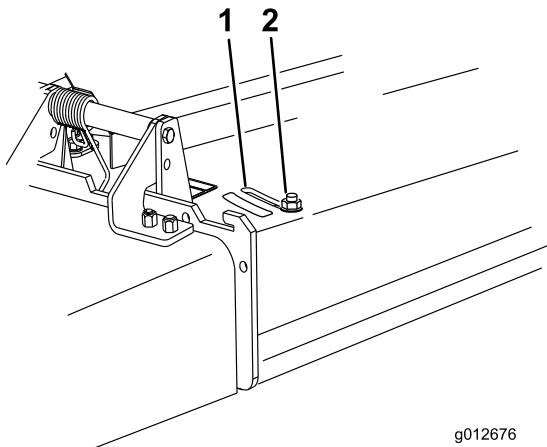

Figure 14
- Pour régler le déflecteur, desserrez l'écrou (Figure 14).